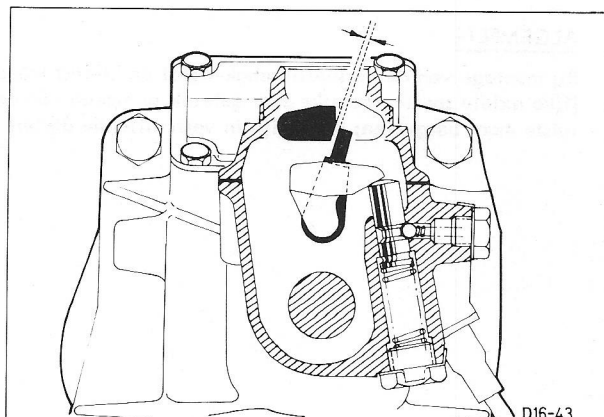

Fig.117 Speling tussen schakelvinger en schakelvorkas voor 3e/4e versnelling.
62. Controleer de speling tussen de schakelvinger en de schakelvorkas voor de 3e/4e versnelling als volgt (fig.117)(speling 0,9 mm (0.35 in.)).